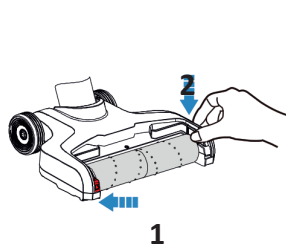

Fig. 39
- Após a limpeza, instale primeiro a pega e depois volte a colocar a escova rotativa no aparelho. Para reinstalar, coloque primeiro o lado esquerdo (não-convexo) na ranhura, depois empurre o lado direito (com a pega) para dentro do aparelho (Fig. 39).